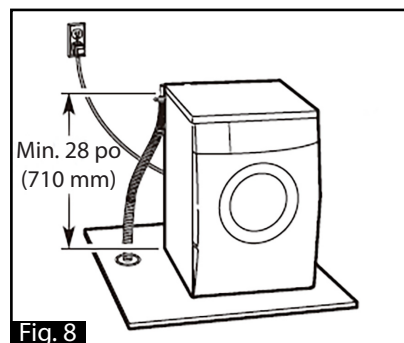

Fig. 8
3. SYSTÈME DE VIDANGE DU SOL (FIG. 8) :